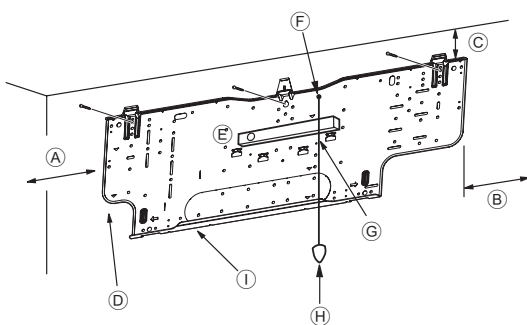
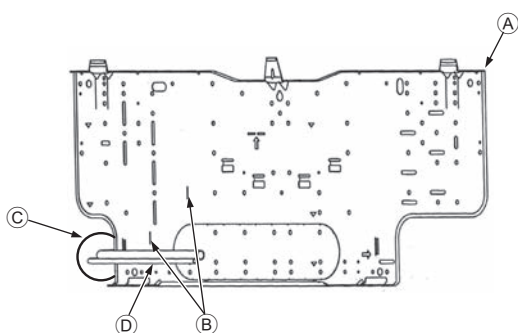

Fig. 3-4
Fig. 3-5
■ PKFY-P-VHM-E (Fig. 3-4)
- Ⓓ Parafusos de fixação (4 x 35) ②
- Ⓘ Placa de montagem ①
3.3. Quando incorporar os tubos na parede (Fig. 3-5)
- Ⓐ Placa de montagem ①